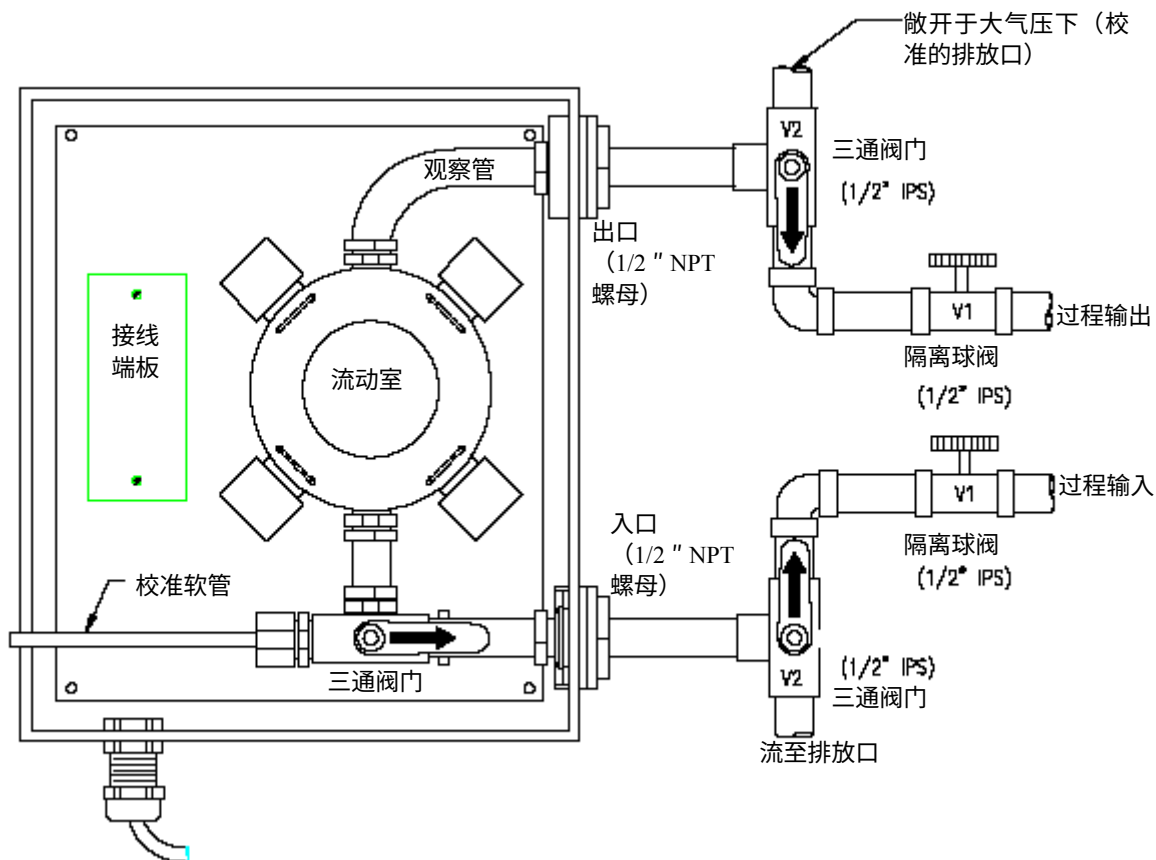
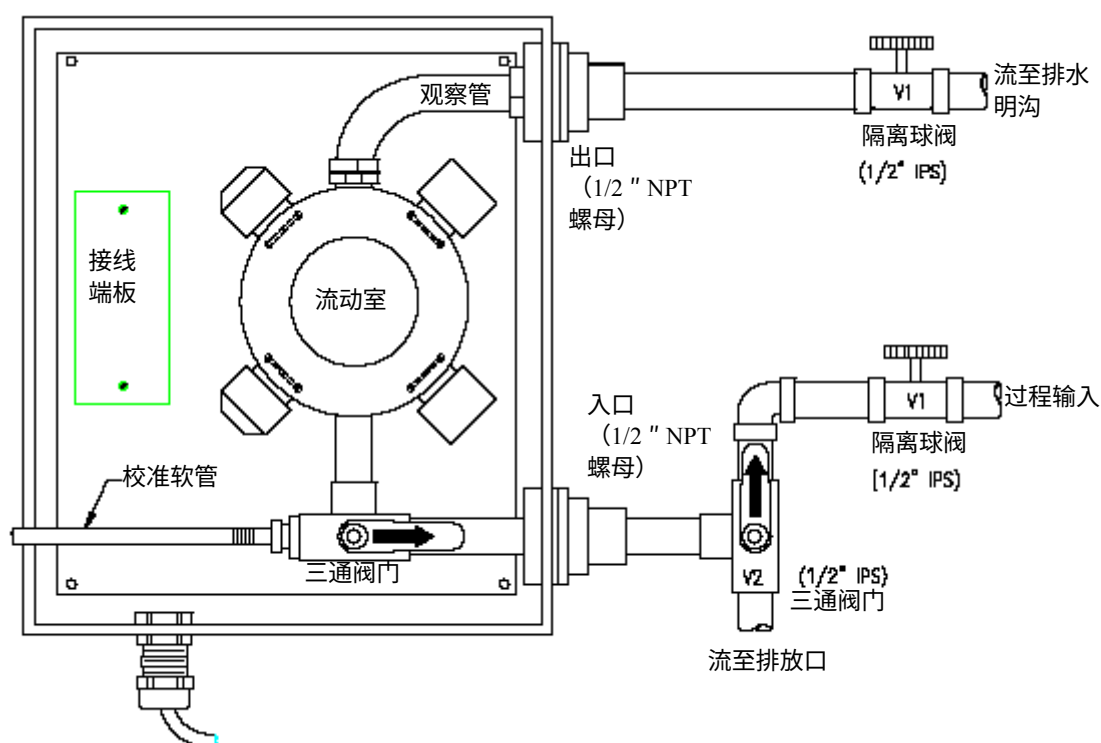

图 2-1 推荐闭合回路传感器管道线布置
图2-2 推荐样品迁回线传感器管道布置
8320 型浊度传感器应安装（户内或者户外）在距离 T53 型分析仪安装位置的 30 英尺（9 米）之内。可以使用闭合回路管道布置（图 2-1）以“直线”列队形式来安装传感器，或者使用明渠管道布置（图 2-2）以样品迂回线形式来安装传感器。
将过程管道连接入 8320 型传感器入口接头。将传感器出口接头接回过程管线中（见图 2-1）或者到排水明沟（见图 2-2）。可以用套管来减小管道尺寸。可以用带倒刺的软管或者管件安装。**建议：**在会发生沉淀物累积的样品测量时，建议使用更大尺寸的样品管，这样产生的更快的流速会有助于将沉淀物从传感器中冲刷走。
**注意：**用聚四氟乙烯胶带密封入口及出口处的连接，不要使用管道涂料或者其它的液体密封剂。**建议：**在对传感器进行校准或者拆卸传感器时，推荐使用球阀（图 2-1 中的图标 V1 和 V2）从而方便地将传感器隔离。闭合管线步骤中（图 2-1）中需要一个三通阀门（图标 V2）以便于在校准期间流动室的排水。迂回管线布置（图 2-2）仅需要一个三通阀门。